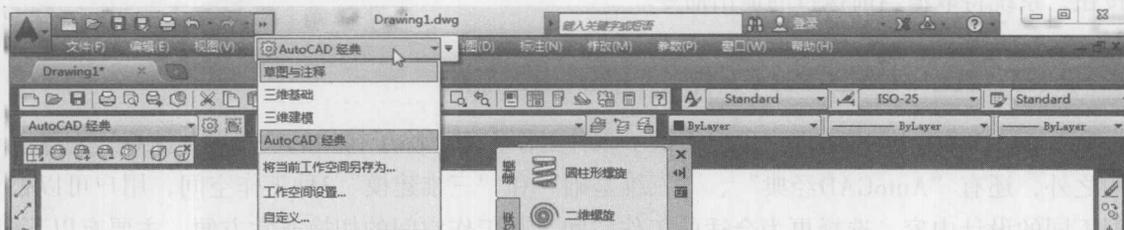

图1-6
- 在“AutoCAD经典”工作空间中，单击快速访问工具栏中的工作空间切换按钮，弹出“AutoCAD经典”按钮，单击该按钮，在弹出的下拉菜单中选择其他工作空间，如图1-6所示。